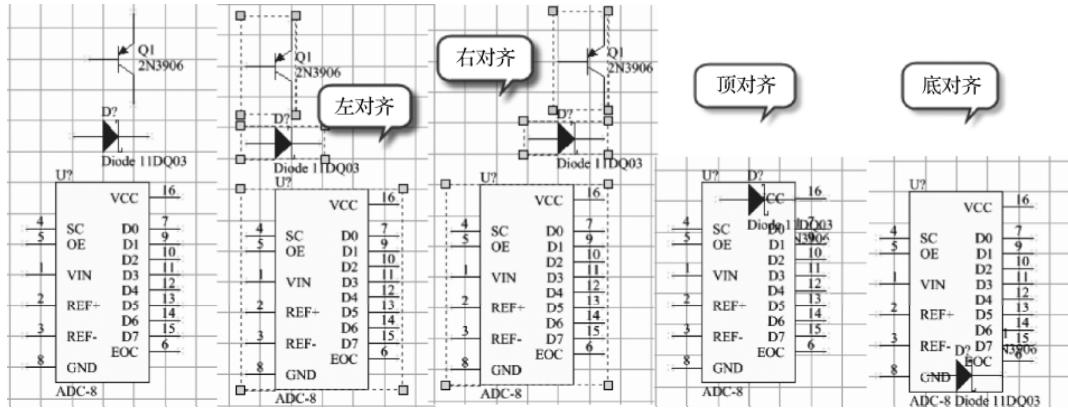

图 5-28 左对齐、右对齐、顶对齐、底对齐效果
(1) 左对齐、右对齐、顶对齐、底对齐效果如图 5-28 所示。
① 左对齐：向左对齐。
- ② 右对齐：向右对齐。
- ③ 顶对齐：向顶部对齐。
- ④ 底对齐：向底部对齐。